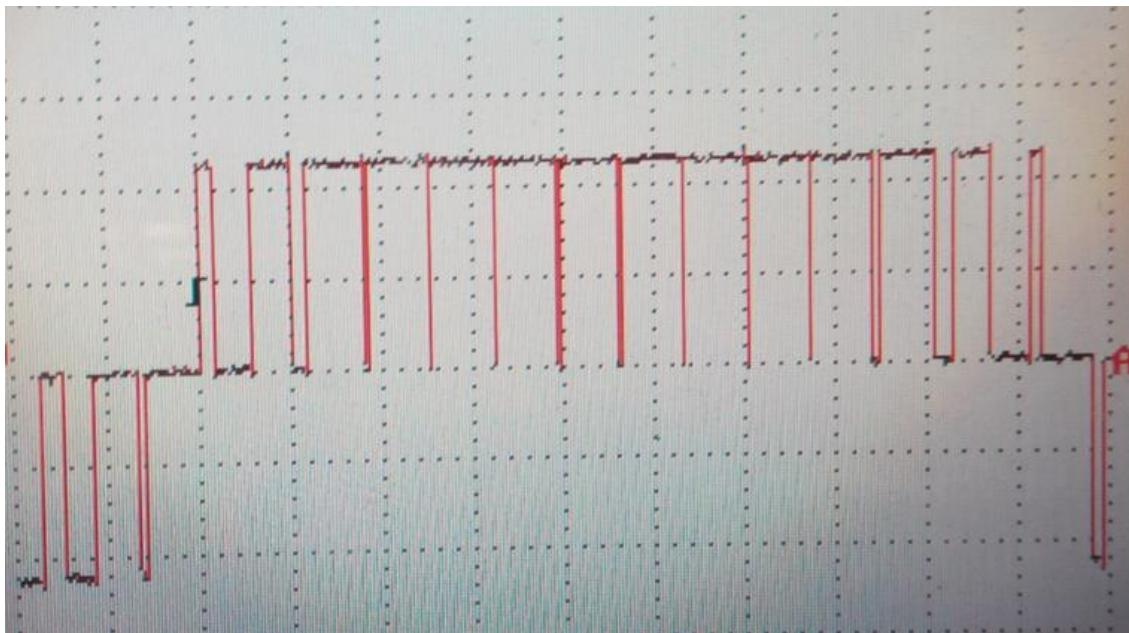

Рис. 4.1 - ШИМ-сигнал на выходе силовой ячейки.
- На HMI-панели нажать на «ПУСК». На экране осциллографа должен наблюдаться двухполарный ШИМ-сигнал с амплитудой равной 24В (см. рис. 4.1).